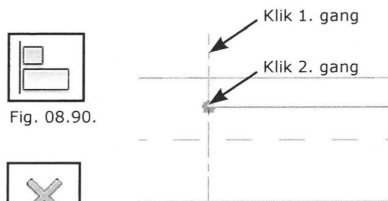

Fig. 08.90.
- Klik på *Align* (Fig. 08.90).